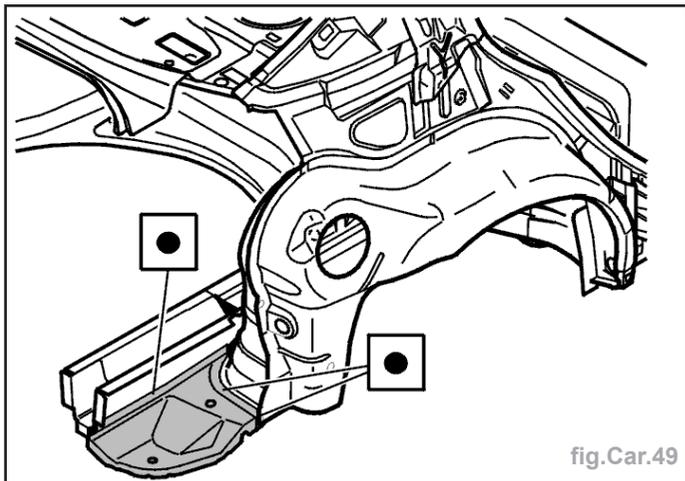

fig.Car.49
- Souder pour mettre en place (fig.Car.49).